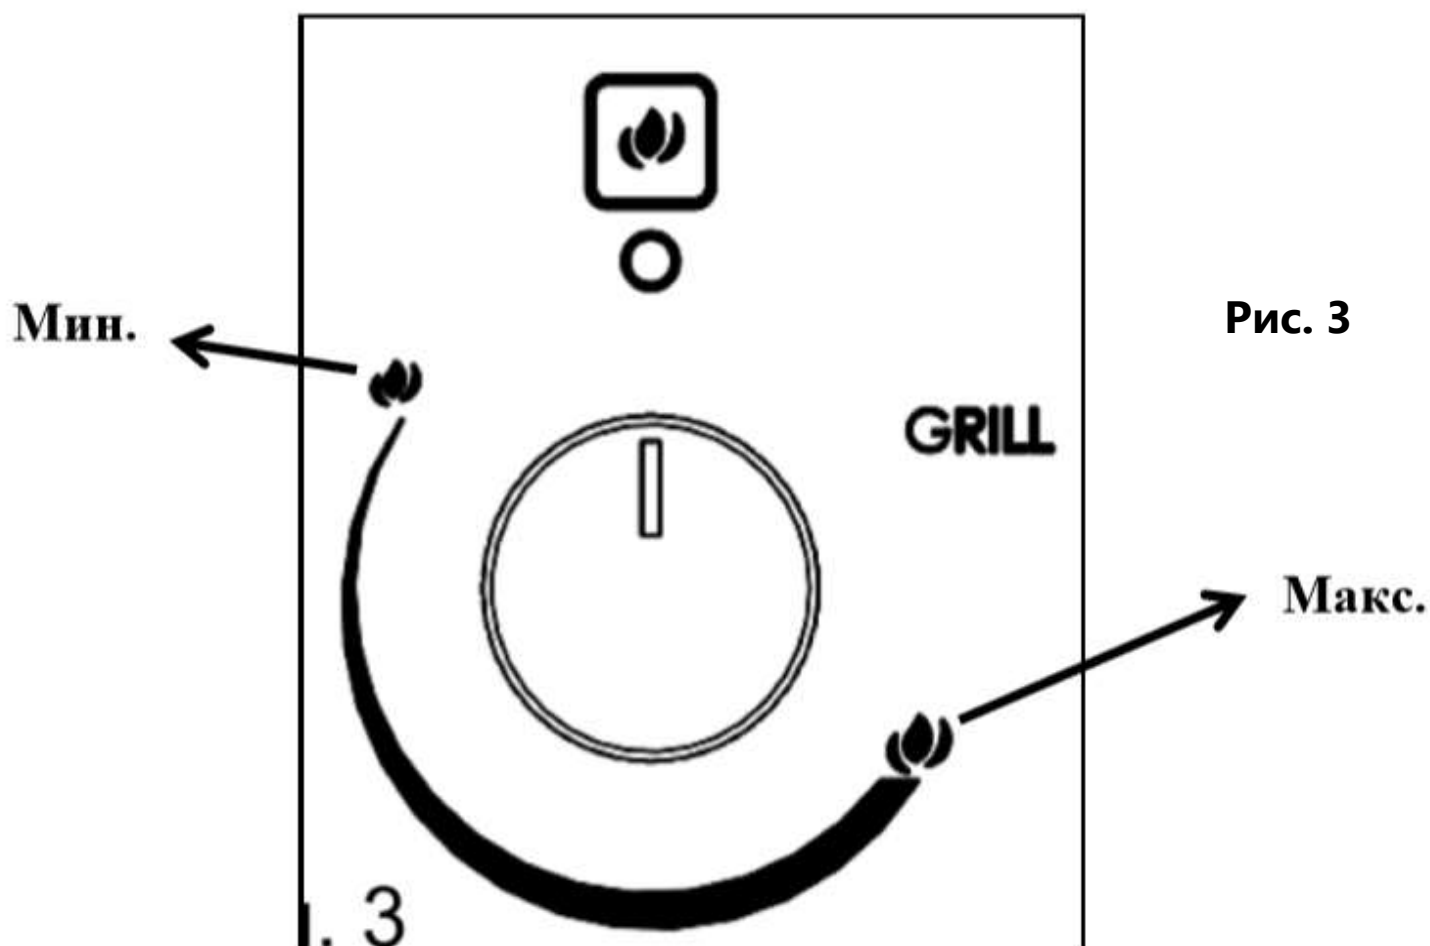

Рис. 3
Индикатор на панели управления (Рисунок 3) показывает повышенную температуру духовки. Для регулирования температуры, поверните ручку на выбранную позицию.
2. Для включения электрического розжига, нажмите на ручку термостата, и, придерживая ручку, приведите на максимальную позицию Максимум (Рисунок 3), повернув её против часовой стрелки (Рисунок 4).
**Никогда не продолжайте этот процесс больше 15 секунд. Если горелка до сих пор не горит, подождите одну (1) минуту и повторите розжиг заново.**